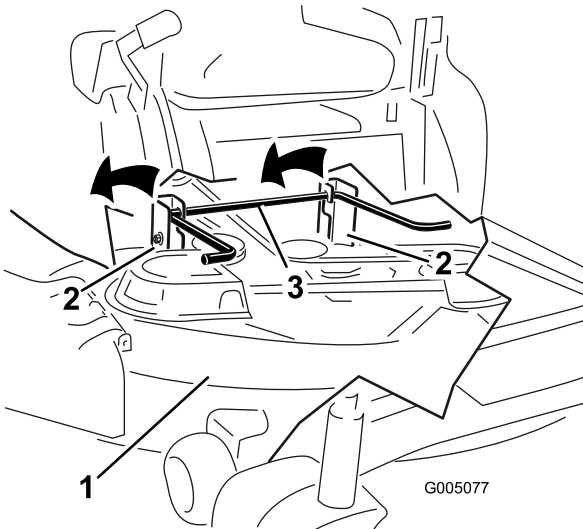

Figure 64
5. Soulevez et déposez le tablier de coupe et les supports de la tige de levage arrière et abaissez le tablier au sol avec précaution (Figure 64).
- Soulevez l'arrière du tablier de coupe et guidez les supports sur la tige de levage arrière (Figure 64).